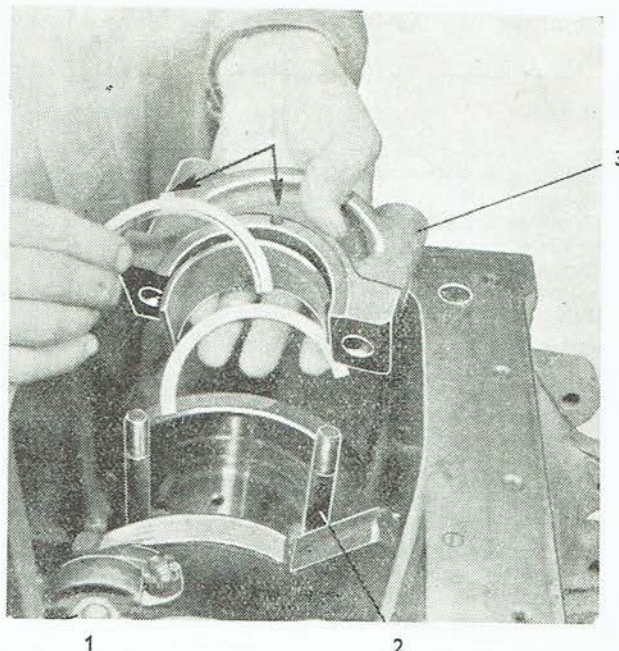

Abb. 81
7. Die Muttern M 14 (Abb. 81/1) der Schrauben der Hauptlager (Abb. 81/2) sind zu entsichern und diese sind auszuschauben.
8. Die Deckel der Hauptlager (Abb. 81/3) sind abzunehmen.
Anmerkung: Die Lager dürfen nicht verwechselt werden. Die Lagerdeckel sind an der Einspritzpumpenseite mit Nummern bezeichnet. Am rückwärtigen Lager befindet sich eine Ausparung für das obere (Abb. 81/3) und untere Längslager.